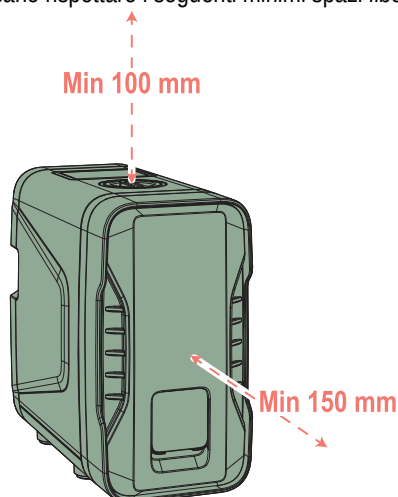

Fig. 9 Spazi minimi liberi da garantire
- una distanza libera di almeno 10 cm sopra la pompa per poter favorire l'eventuale estrazione della valvola di non ritorno in caso di pulizia (vedi Fig. 9).
- una distanza libera di almeno 15 cm dalla faccia anteriore per poter favorire l'eventuale accesso all'albero motore (vedi Fig. 9).